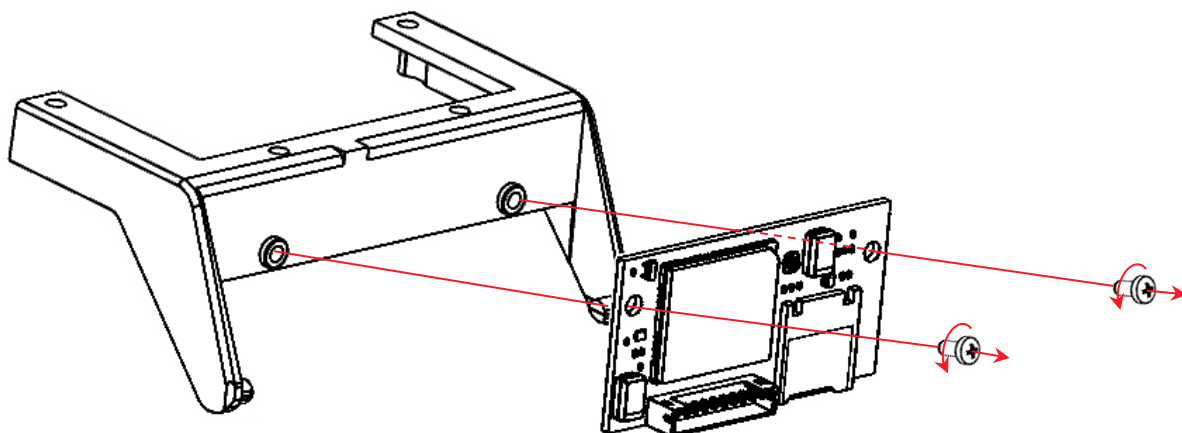

Рисунок 25. Отделение модуля коммуникации от кронштейна
- 8** Совместить МК с кронштейном, при этом отверстия кронштейна и МК должны совпадать, вкрутить 2 винта (см. рисунок 25).